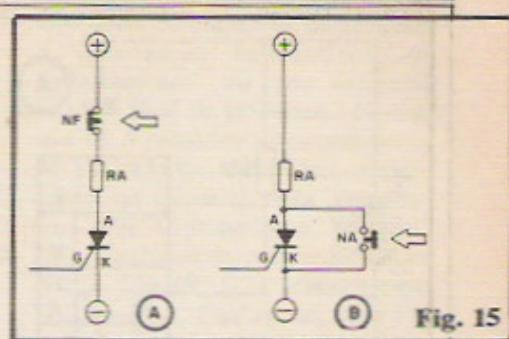

Fig. 15
- FIG. 15 - Continuando a resumir o já visto... Uma vez assumida a condição ilustrada em 14-B e 14-C (condução plena, com a carga de anodo devidamente alimentada...), para "desligarmos" o dispositivo, de nada adianta remover a polarização de gate! A solução é bloquear, ainda que por brevíssimo instante, a própria alimentação geral do SCR/carga ("abrir-se" o interruptor NF do diagrama 15-A, por exemplo) ou "zerar" a diferença de tensão entre o anodo e o catodo do SCR (por exemplo, "fechando" o in-
terruptor NA do diagrama 15-B...). Após qualquer das providências ilustradas na fig. 15, mesmo que o SCR/carga permaneçam (ou "voltem a ser"...) alimentados, um novo "disparo" apenas ocorrerá quando nova polarização positiva (ainda que muito breve...) seja aplicada ao gate G.